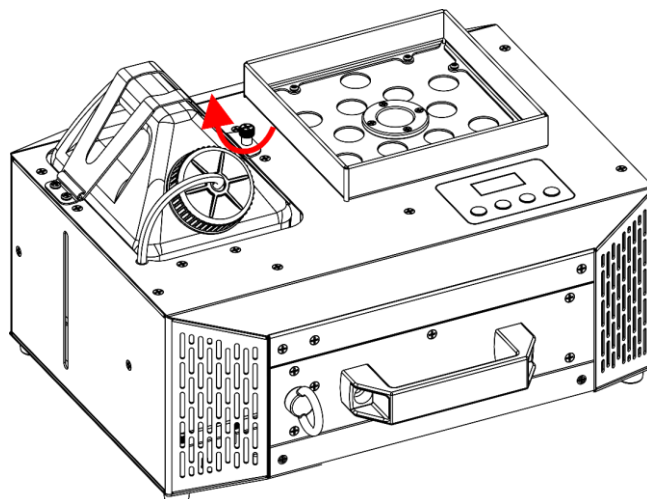

Fig. 37
- 12) Serrare la **vite di sicurezza per la staffa del serbatoio (04)**, come mostrato nella Fig. 37.